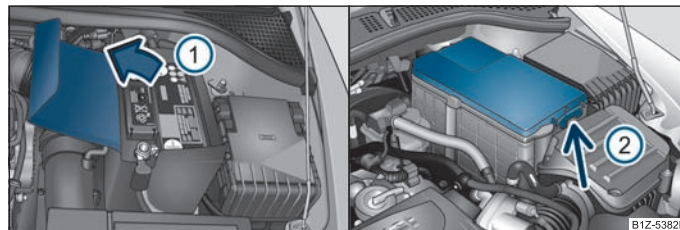

Fig. 167 Compartimentul motor: Capacul din poliester al bateriei autovehiculului/Capacul din material plastic al bateriei autovehiculului
⇒ pagina 192, fig. 167 - stânga, respectiv într-un capac din material plastic
⇒ pagina 192, fig. 167 - dreapta.
- Deschideți capacul bateriei în sensul indicat de săgeată ① ⇒ pagina 192, fig. 167, respectiv apoi să înclătoarea de pe lateralul capacului bateriei ②, rabatați capacul în sus și îndepărtați-l.
Marginea suportului din polistiren pentru baterie ⇒ pagina 192, fig. 167 - stânga, între baterie și peretele lateral al suportului bateriei, atunci când se realizează lucrul la baterie. ■